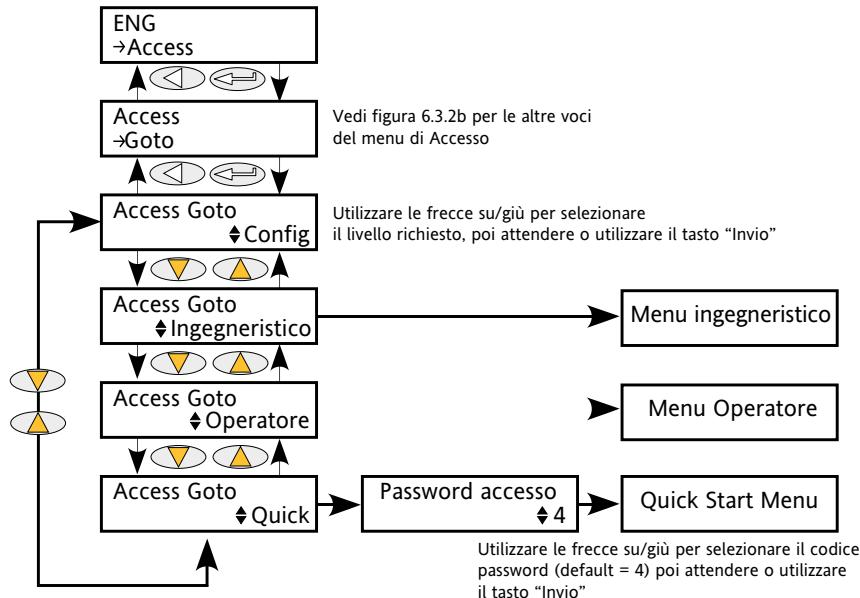

Figura 6.3.2a Menu “GOTO”
1. All'utente di uscire dal menu di livello Configurazione e passare a un differente livello di accesso. I menu Ingegneristico e Operatore non richiedono alcun codice password in quanto sono considerati di un livello di sicurezza inferiore rispetto al livello Configurazione (Figura 6.3.2a mostra una anteprima del menu)